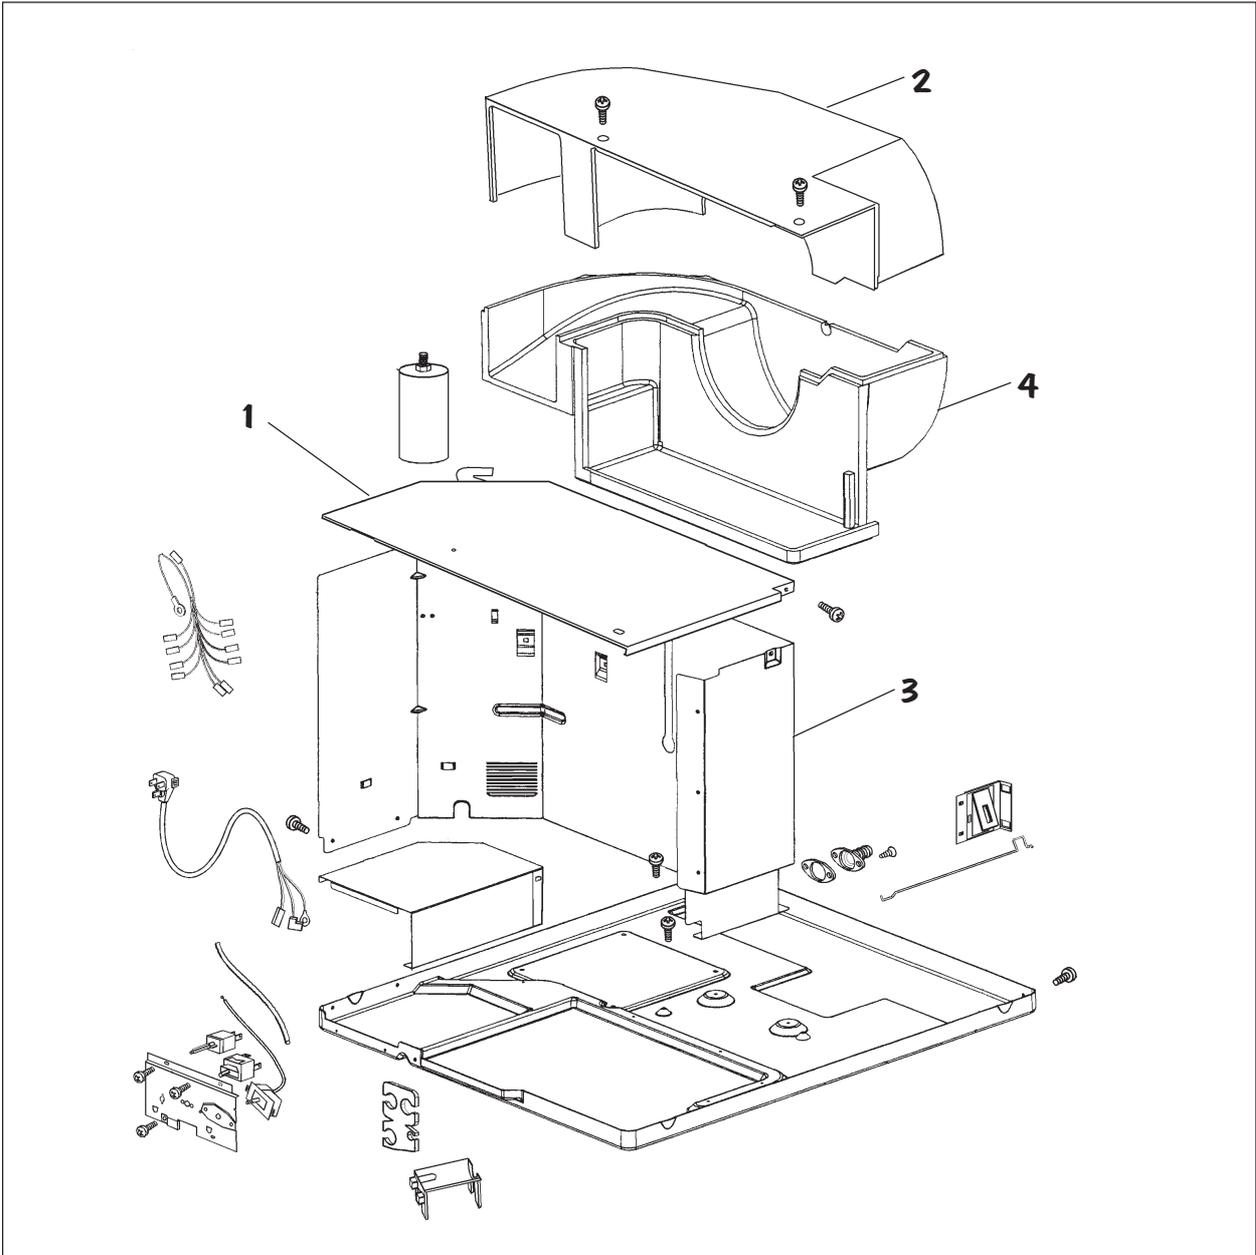

Fig.04
- 1) Soltar a Tampa do Separador Frontal, referência 1 - fig.04;
- 2) Retirar a Evoluta Superior, referência 2 - fig.04;
- 4) Retirar o Separador Frontal, referência 3 - fig.04;
- 6) Retirar a Evoluta inferior, referência 4 - fig.04;